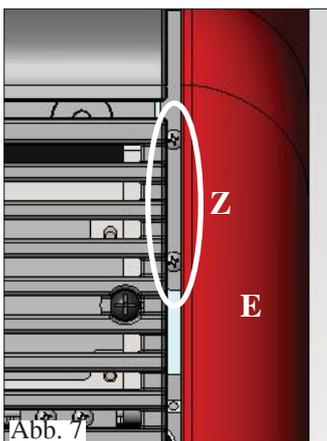

Abb. 7
Vom Ofen die beiden Metallbügel zum Befestigen des Seitentops aus Keramik (F) abnehmen, hierzu die beiden vorderen Schrauben lockern (befinden sich im Inneren des oberen Gitters aus Gusseisen Z - Abb. 7) und die beiden hinteren Schrauben auf der Rückseite aus Blech (Y - Abb. 8).
Auf der Innenseite der seitlichen Tops aus Keramik (E) die Metallbügel (F) anbringen, indem diese mit Hilfe der M4 Schrauben (X) und der Unterlegscheiben Ø 4 befestigt werden (gehören zur Lieferung). Die seitlichen Tops aus Keramik (E - komplett mit Metallbügel F) in der gleichen Position der vorher abgestreiften Metallbügel anbringen und die Schrauben im Inneren des oberen Gusseisengitters anziehen (Z - Abb. 7), sowie die Schrauben auf der Rückseite aus Blech (Y - Abb. 8), die vorher gelockert wurden. Die vertikale Ausrichtung der seitlichen Tops aus Keramik (E) mit den Seitenteilen aus Keramik (C) überprüfen.